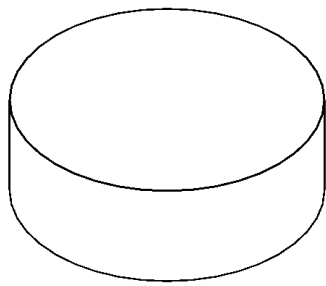

图 3-43 三维模型
6) 在“项目浏览器”中的“三维视图”下双击“视图 1”，显示三维视图，如图 3-43 所示。